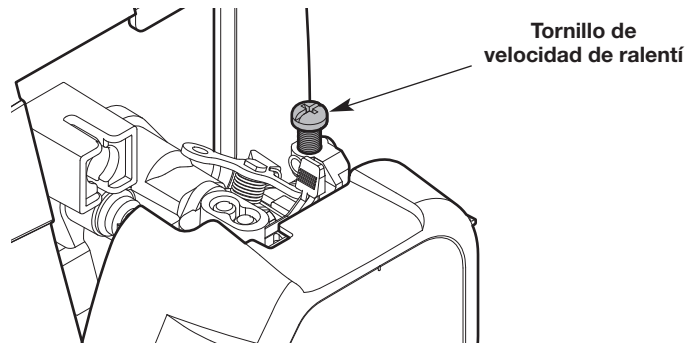

Fig. 25
- Si el motor se para, aumente la velocidad de ralentí. Use un destornillador Phillips pequeño para girar el tornillo de velocidad de ralentí en el sentido de las agujas del reloj, 1/8 de giro cada vez hasta que el motor funciona al ralentí de manera uniforme (Fig. 25).
- Si el cabezal de corte gira cuando el motor funciona al ralentí, reduzca la velocidad de ralentí. Gire el tornillo de velocidad de ralentí en el sentido contrario de las agujas del reloj, 1/8 de giro cada vez, hasta que se detenga el cabezal de corte (Fig. 25).
4. Use un calibrador de separación para ajustar una separación de aire de **0.025 pulgadas (0.635 mm)** (Fig. 25).